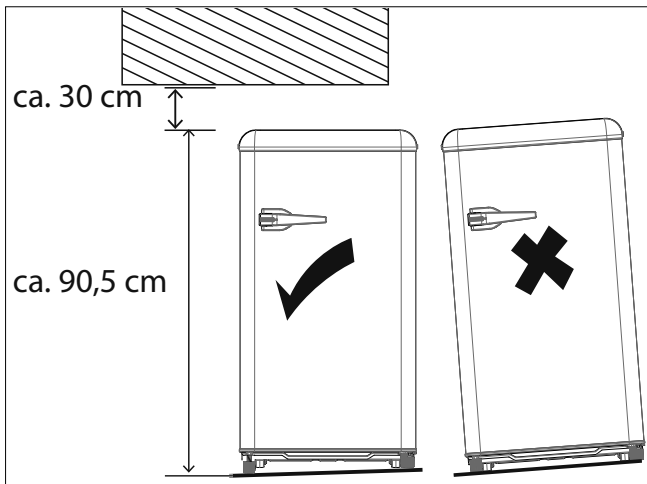

Abb. 4 – Mindestraumhöhe, Gerät ausrichten
- ▶ Das Gerät waagrecht ausrichten, Unebenheiten des Bodens durch entsprechendes Einschrauben der Stellfüße (3) ausgleichen (siehe Abb. 4).